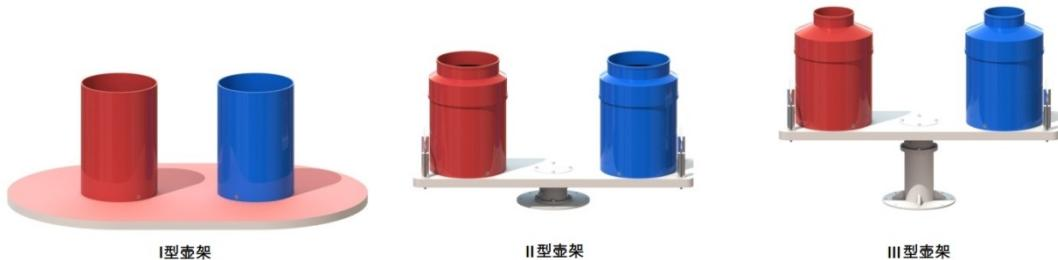

图 4 壶和壶架
c) 在得分区中共有 4 个得分处, 每处各有一个壶架, 上面放着红壶和蓝壶各一个, 如图 4 所示。壶为 PVC 圆形桶, 内径 305mm, 高度 464mm, 底部放置 30mm 厚的海绵作为缓冲垫。壶的纵轴与地面垂直。壶架有 I型、II型和III型三种。在 1 和 3 两个得分处中各设置一个 I型壶架。每个壶架上固定着一对红、蓝壶, 壶架底座固定在得分区地面上, 壶口高度为 500mm。2 和 4 两个得分处分别设置一个 II型壶架和一个 III型壶架。每个架子上装着一对